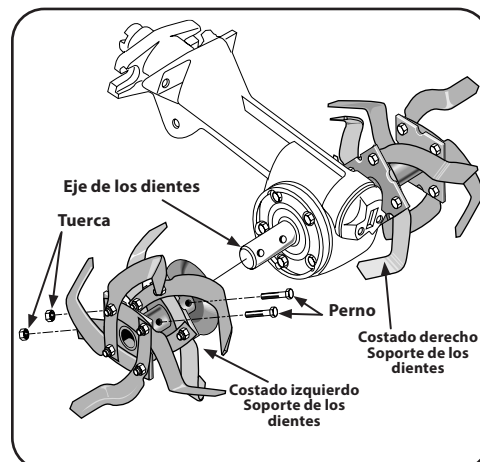

Figura 5-33
5. Use dos llaves de $\frac{1}{16}$ " para extraer los dos pernos y las tuercas que sujetan el diente a la placa del soporte de los dientes. Consulte la Figura 5-33. Use aceite penetrante en los elementos de ferretería si están oxidados o si resultan difíciles de extraer.
3. Retire los dos pernos y tuercas de sujetar cada soporte. Consulte la Figura 5-33.